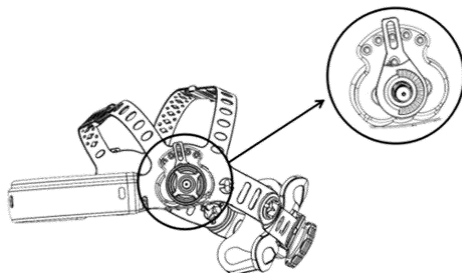

Fig. 5
4. Pour modifier l'angle de visionnement, déplacez la pièce de positionnement dans les autres fentes sur les montants de réglage. Cela vous permet de régler avec précision l'inclinaison et l'angle du casque afin de mieux l'ajuster (fig. 5).